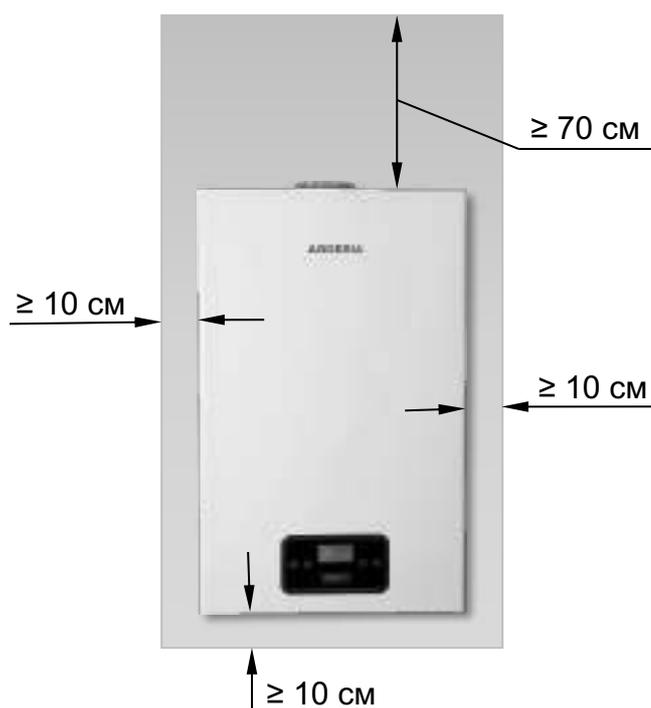

Рис. 13
- При монтаже котла на стену из трудносгораемых и сгораемых (слабогорючих и горючих) материалов, стена **должна быть** изолированы несгораемыми материалами (например: кровельной сталью по листу асбеста толщиной не менее 3 мм. или известковой штукатуркой толщиной не менее 10 мм) или экранами заводского изготовления. Указанное покрытие **должно выступать** за габариты корпуса котла не менее, чем на 10 см. и на 70 см. сверху (См. Рис. 13). При невозможности выдержать расстояние в 70 см. сверху, а так же при монтаже горизонтальной системы дымоудаления, **допускается** уменьшить его в многоквартирных жилых домах до 50 см., в квартирах многоквартирных домов до 10 см.